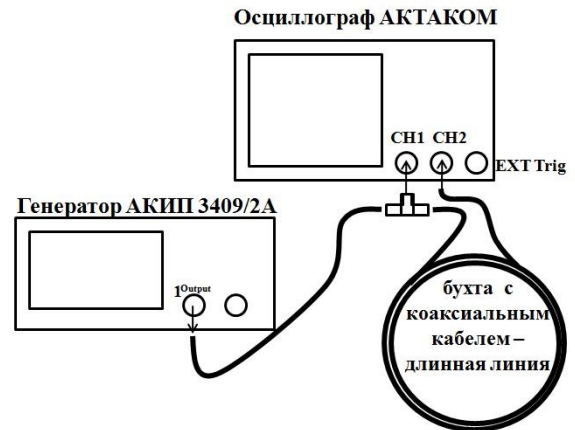

Рис.1. Схема установки для наблюдения распространения сигналов вдоль длинной линии.
1. Соберите схему согласно рис.1.